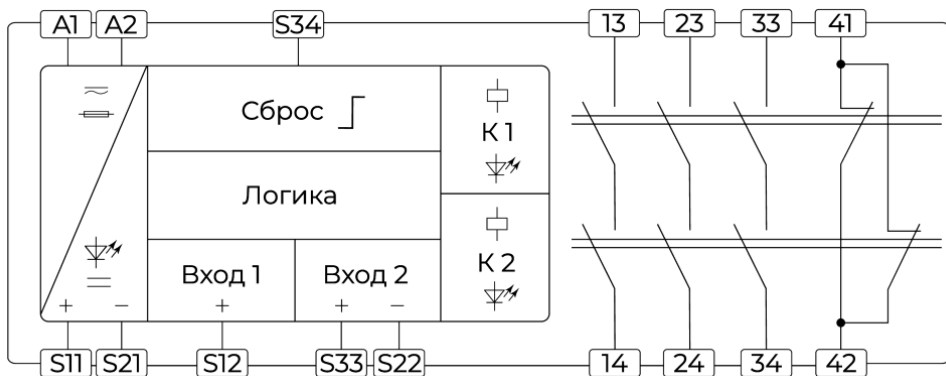
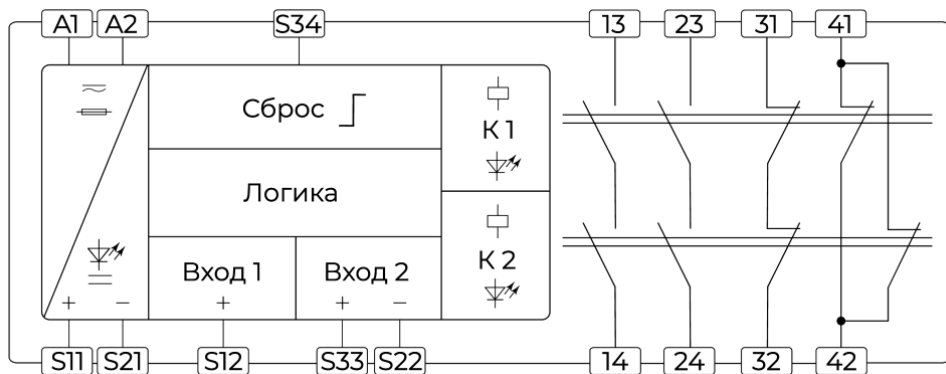

Рисунок 2 – Структурная схема РБ2-31-X(X)
Рисунок 3 – Структурная схема РБ2-22-X(X)
3.11 Структурная схема РБ2 представлена на рис.2 и рис.3.